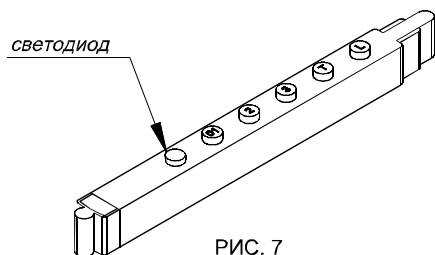

РИС. 7
7.2. Управление вытяжным зонтом осуществляется при помощи кнопочного переключателя (рис. 7).